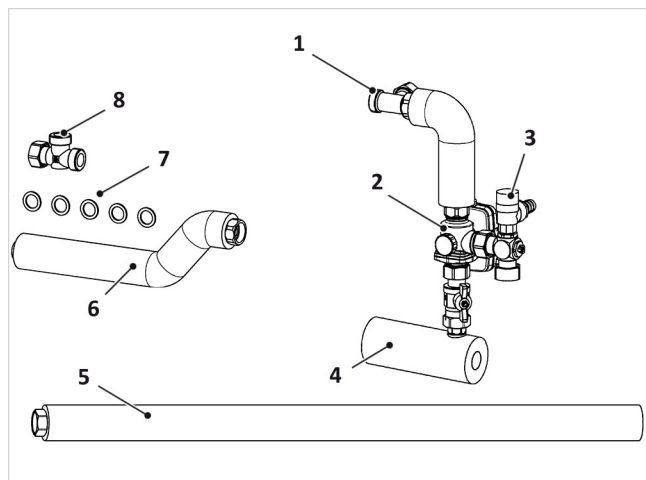
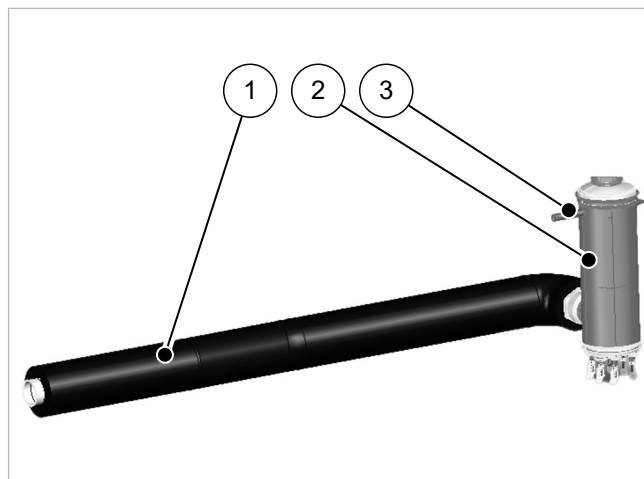

Fig. 24: Paquete de montaje de válvula de 3 vías LM WP
Fig. 29: Cartucho calefactor con tubo de avance BC
En la combinación de SolvisMax Solo con SolvisPia, SolvisMia o SolvisLea Eco, el cartucho calefactor suministrado (HPT) debe integrarse también en el avance de la bomba de calor en los módulos de carga PIA-SL o LEA-SL/MIA-SL. Este "Paquete de montaje LM WP-SL HPT" (→ Fig. 29) sustituye aquí el "Tubo de conexión WP-VL", véase → Fig. 24 (5).